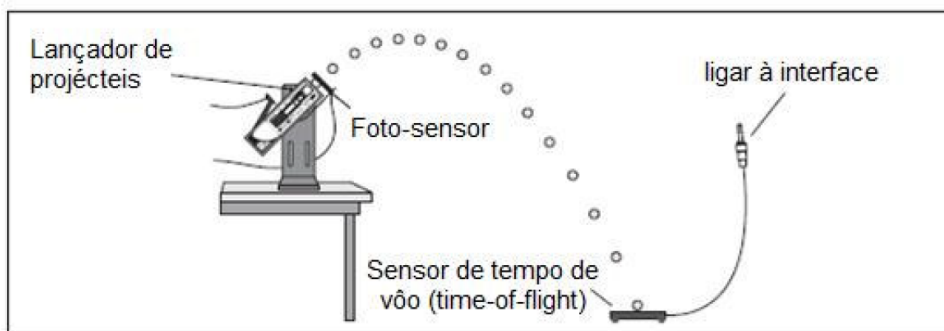

Figura 2
1. Fixe o LP a mesa com o grampo fornecido (Figura 2).